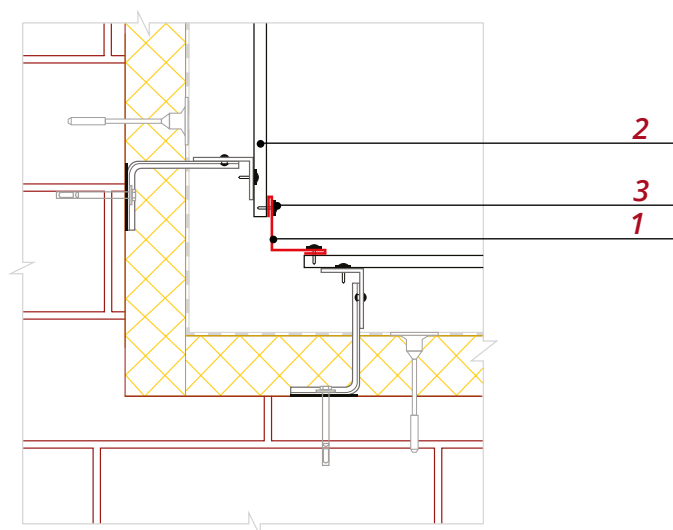

Рис. 10
- Планку угла внутреннего простую **1** крепите после монтажа панелей сайдинга **2** (рис. 10). Рекомендуется использовать саморезы ПШС с окрашенной головкой **3**, вытяжные заклепки или кровельные саморезы 5.5*19.